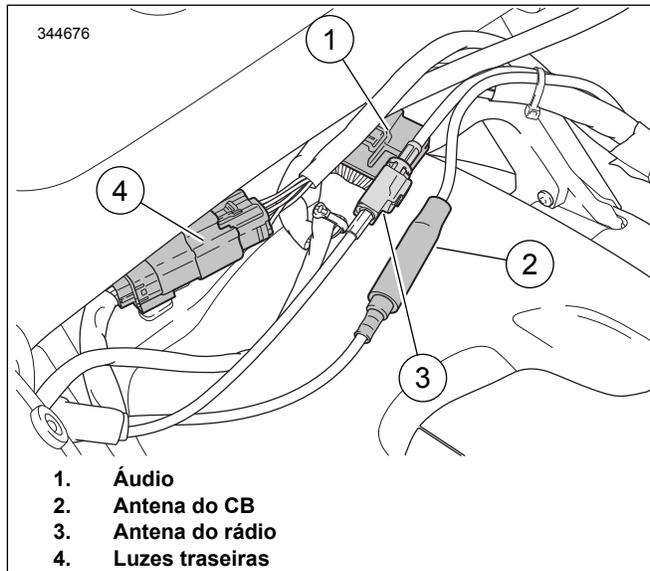

Figura 2. Conectores do Tour-Pak
- a. Ver Figura 2 . Conectores elétricos separados.